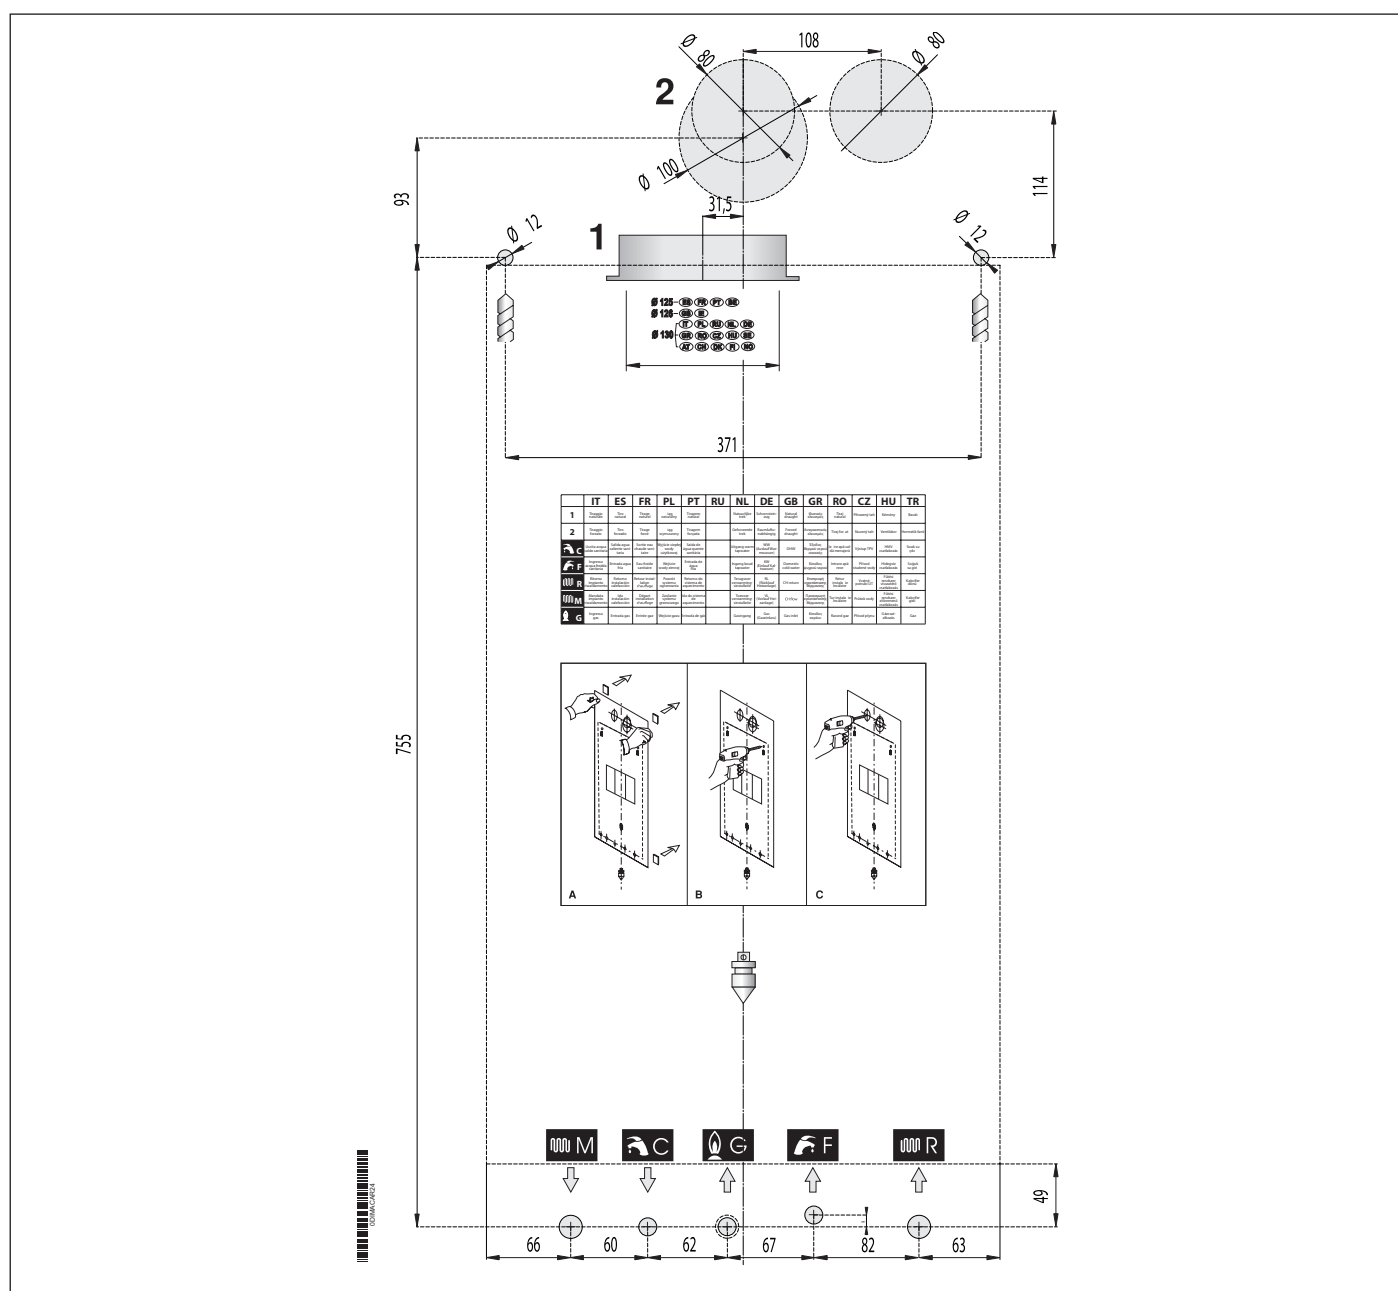

Fig. 5 Dima in carta
- la dima di fissaggio della caldaia al muro (Vedi Fig. 5 Dima in carta).
Ogni apparecchio è corredato di un'apposita dima in carta contenuta nell'imballo (vedi Fig. 5 Dima in carta).
La mandata e il ritorno del riscaldamento devono essere allacciati alla caldaia ai rispettivi raccordi da 3/4" (M) e (R) (vedi Fig. 5 Dima in carta).
L'ingresso acqua fredda e l'uscita acqua calda sanitaria devono essere allacciate alla caldaia ai rispettivi raccordi da 1/2" (C) ed (F) (vedi Fig. 5 Dima in carta).